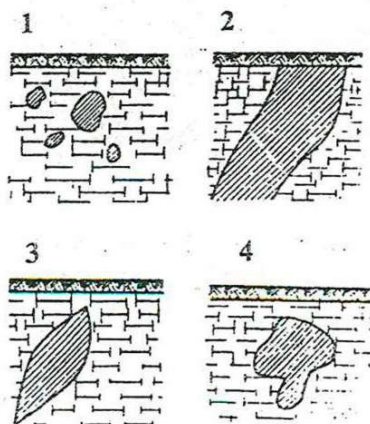

Рис. 1.31
27. Какая из форм залегания, изображенных на рис.1.31, относится к штокам?